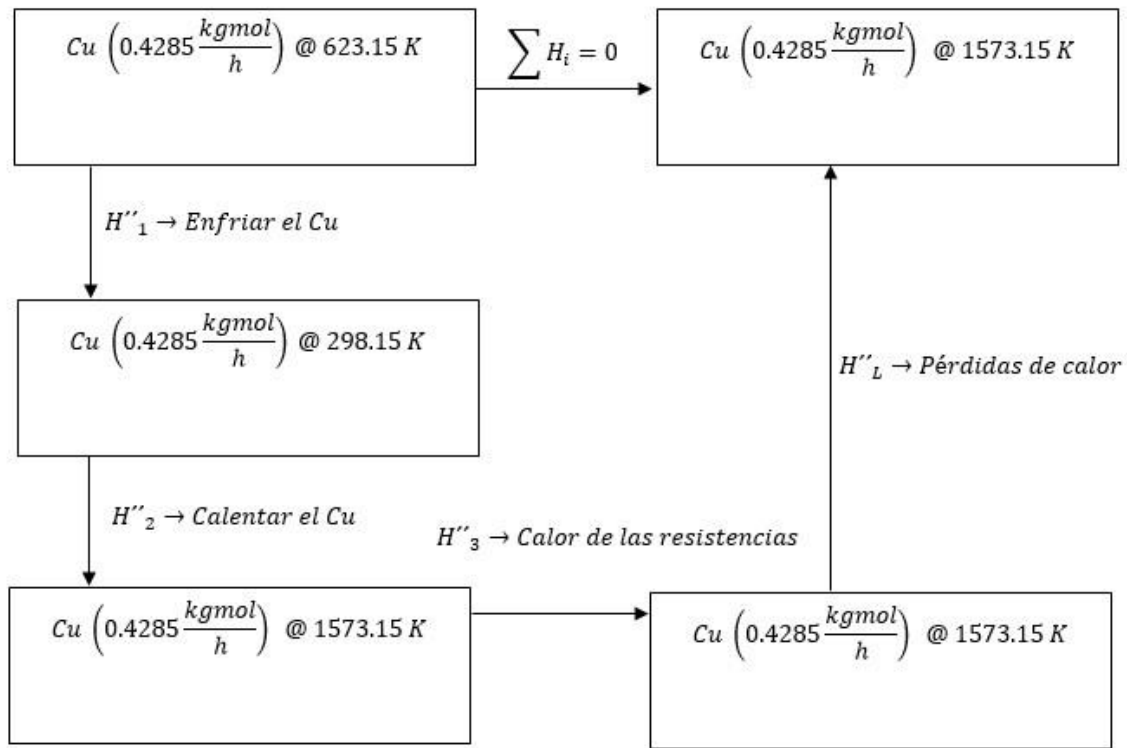

Figura 5.- Esquema del balance de energía para el horno de fusión.
c) Nuevamente se comienza planteando el balance para el horno de fusión (Ver Figura 5).